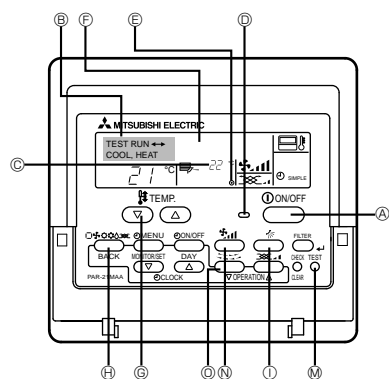

Fig. 7-1
7. Testlauf (Fig. 7-1)
Verwendung der verdrahteten Fernbedienung (Fig. 7-1)